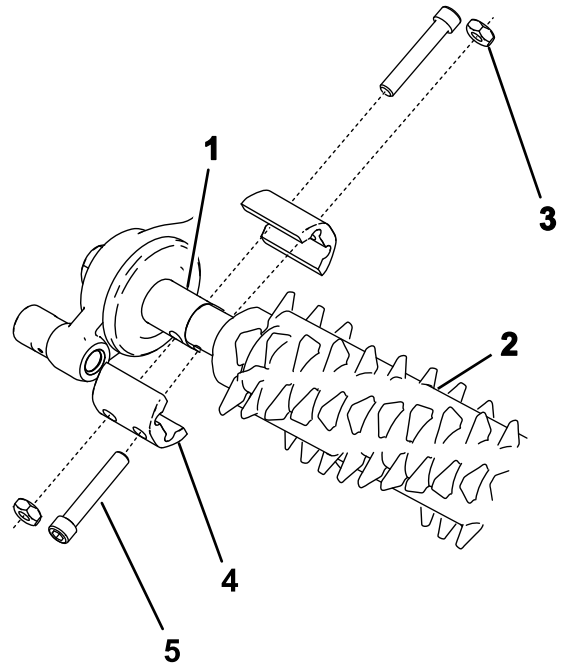

Рисунок 22
2. Совместите механическую щетку с блоком привода механической щетки и натяжным роликом в сборе (Рисунок 22).
3. Прикрепите механическую щетку к машине, как показано на Рисунок 22, и затяните болты.